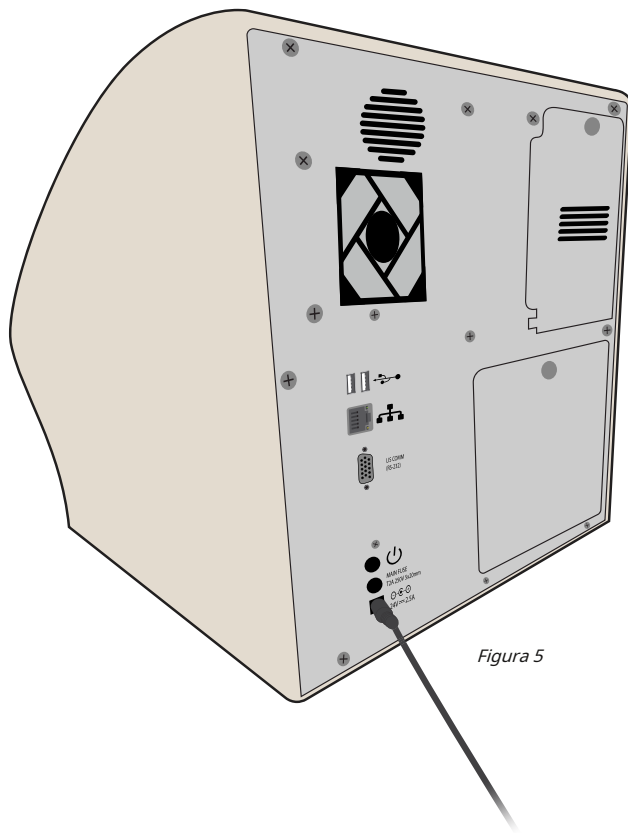

Figura 5
3. Introduceți cablul adaptorului de alimentare în portul de conectare la alimentare situat pe panoul din spate al instrumentului (Figura 5).